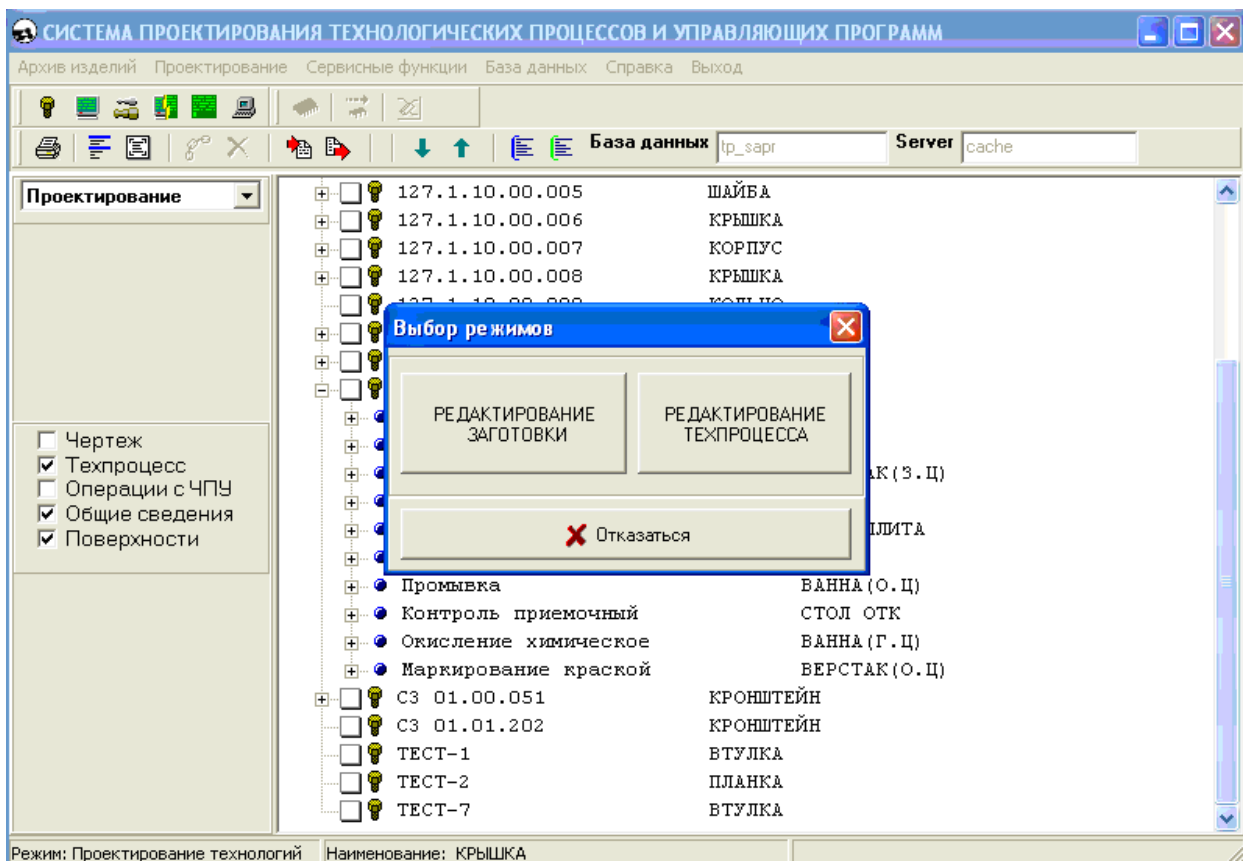

Рисунок 16
- маршрут обработки (Рисунок 16).